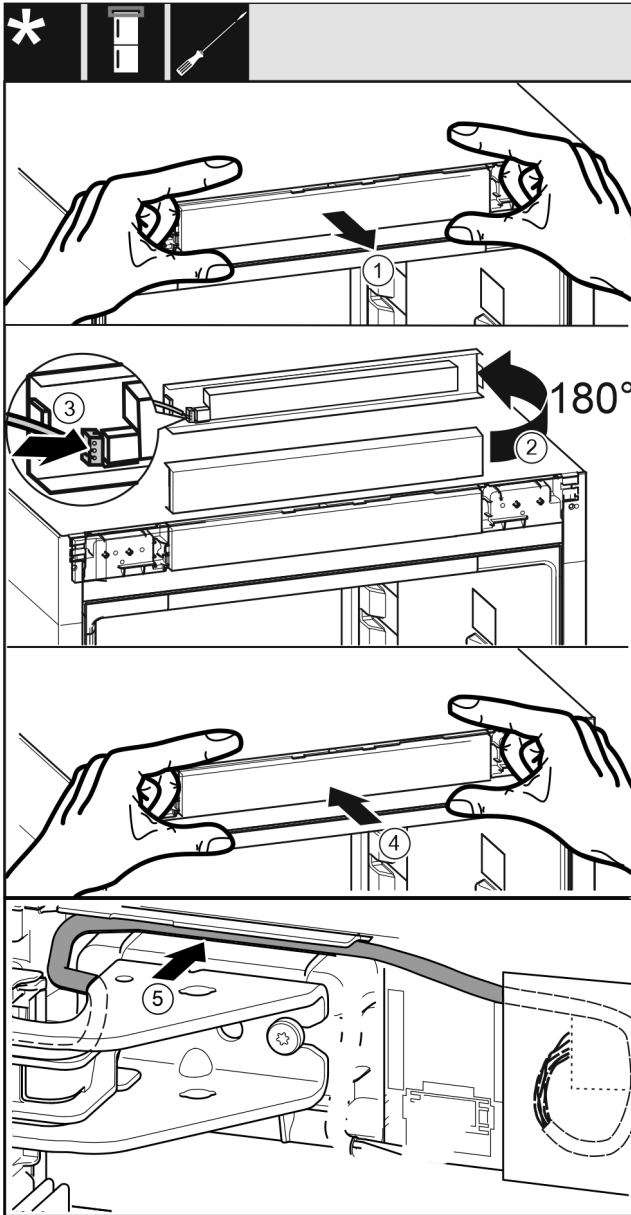

Fig. 41
- ▶ Bedienblende vorsichtig herausnehmen. Fig. 41 (1)
- ▶ Blende um 180° nach oben drehen. Fig. 41 (2)
- ▶ Stecker an der Bedienteilblende einrasten. Fig. 41 (3)
- ▶ Bedienblende wieder am Gerät einrasten. Fig. 41 (4)
- ▶ Graues Kabel vorsichtig in der Führung über dem oberen Lagerbock verlegen. Fig. 41 (5)